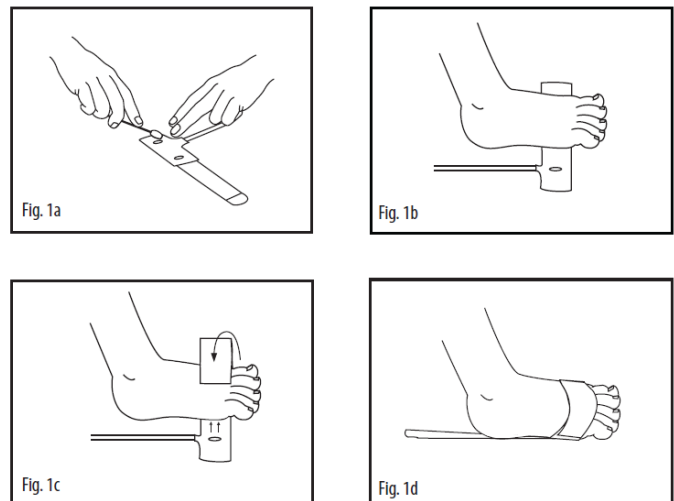

Fig. 22 LNCS Sensor Anwendung für Schwangere und Neugeborene
- 2 Siehe Bild 1a in Fig. 22: Bei empfindlicher Haut kann die Klebrigkeit des medizinischen Klebstoffs vermindert oder beseitigt werden, indem Sie die Klebestellen mit einem Wattebausch oder mit Gaze betupfen.
- 3 Siehe Bild 1b in Fig. 22: Verlegen Sie das Sensorkabel so, dass es entweder von der Patientin bzw. vom Patienten weg zeigt oder an der Unterseite des Fußes entlang läuft. Bringen Sie den Detektor auf dem fleischigen Teil der seitlichen Seite der Fußsohle in Höhe der vierten Zehe an.
- 4 Siehe Bild 1c in Fig. 22: Wickeln Sie die Klebe-/Schaumstofffolie um den Fuß und achten Sie darauf, dass das Senderfenster (roter Stern) direkt gegenüber dem Detektor ausgerichtet ist. Achten Sie auf die korrekte Ausrichtung des Detektors und des Emittier-Fensters, während Sie die Klebe-/Schaumstofffolie anbringen, um den Sensor zu sichern.
- 5 Siehe Bild 1d in Fig. 22: Überprüfen Sie die korrekte Positionierung und positionieren Sie sie gegebenenfalls neu.